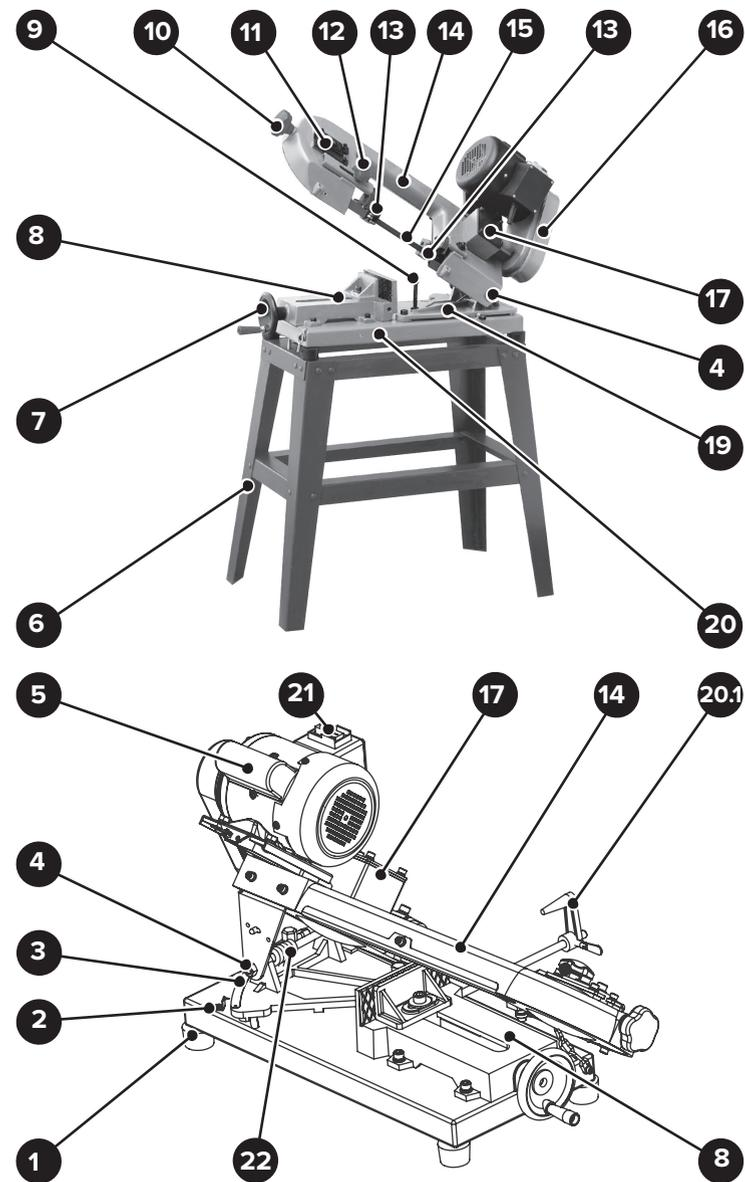

Рисунок 1 — Общий вид станка MBS-85
- Силовой узел 14 представляет собой единый механизм, состоящий из: механизма натяжения 11, подшипниковых узлов 13, ременной передачи 16, редуктор 17 и других узлов (см. рис. 1 и 2). Силовой узел 14 с помощью оси 4 закреплен на кронштейне 19.
• **ВНИМАНИЕ!** Выключите станок кнопкой остановки на коробке электровыключателей 21 (см. рис. 1 и 2), и отсоедините вилку кабеля электропитания от розетки электросети.